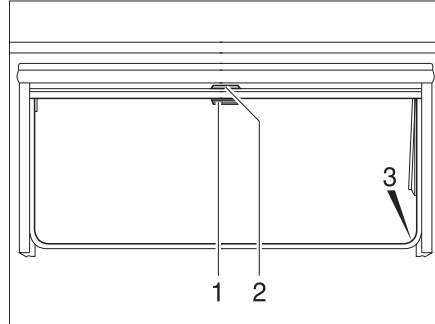

Fig. 74 Fenêtre projetante
- Tirer le store occultant vers le bas en le maintenant par la poignée (Fig. 74,2). Lorsque le store occultant est complètement fermé, l'accrocher des deux côtés du cadre de la fenêtre dans le dispositif de blocage (Fig. 74,3).
- Lorsque le store occultant est complètement fermé : Appuyer sur la poignée (Fig. 74,2) vers le bas tout en la tirant légèrement vers l'intérieur. Décrocher à droite et à gauche le store occultant du dispositif de blocage du cadre de la fenêtre.
- Si le store occultant se trouve dans une position intermédiaire : Tirer la poignée (Fig. 74,2) vers le bas jusqu'à ce que le dispositif de blocage se débloque.
- Tirer la moustiquaire par la poignée (Fig. 74,1) vers le bas et l'accrocher des deux côtés sur le cadre de la fenêtre dans le dispositif de blocage (Fig. 74,3).
- Appuyer sur la poignée (Fig. 74,1) vers le bas tout en la tirant légèrement vers l'intérieur. Décrocher à droite et à gauche la moustiquaire des dispositifs de blocage du cadre de la fenêtre.